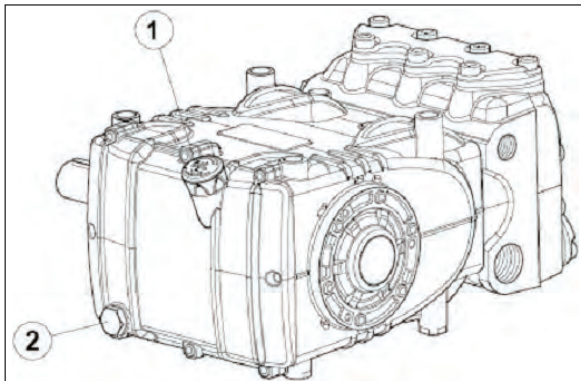

Abb. 1
Zum Ablassen des Öls müssen entfernt werden: der Ölmesstab Pos. ① und anschließend den Verschluss Pos. ②, Abb. 1.